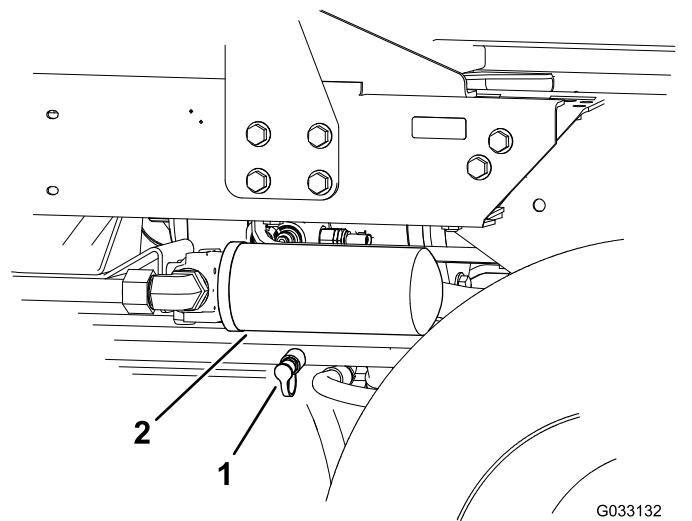

**Bild 41**
- Toro Bestellnummer 340-77, Hydraulikanschlussstück (2)
1. Installieren Sie das Diagnose-Anschlussstück in dem unmarkierten Anschluss zwischen den Anschlüssen M8 und P2 am Heckantriebverteiler (**Bild 41**).